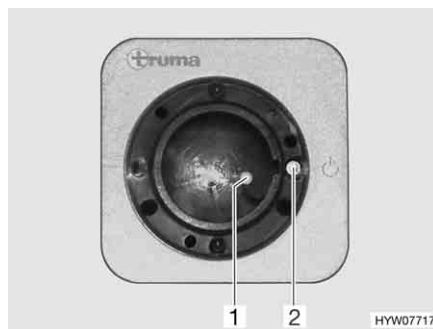
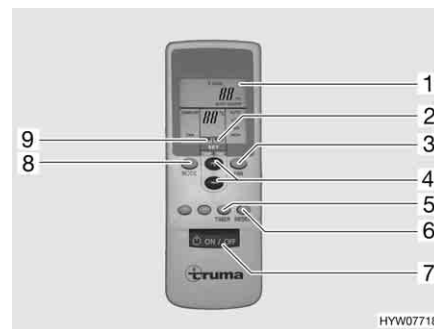

Fig. 110 Ricevitore
Fig. 111 Telecomando
- Accendere il telecomando con l'interruttore (Fig. 111,7). La spia verde di controllo (Fig. 110,1) indica la modalità di raffreddamento.
- Impostare la modalità di funzionamento desiderata con il tasto (Fig. 111,8).
- In caso di necessità, impostare con i tasti (Fig. 111,3 e 4) la potenza della ventola desiderata e la temperatura dell'ambiente. La freccia (Fig. 111,9) indica la modalità di regolazione selezionata.
- ▷ Sul ricevitore si trova un ulteriore interruttore a tasto (Fig. 110,2) con il quale è possibile spegnere e accendere l'impianto di climatizzazione anche senza il telecomando. Quando l'impianto di climatizzazione viene acceso mediante questo interruttore a tasto, viene selezionata automaticamente l'ultima modalità di funzionamento impostata con il telecomando.
- Per programmare l'impianto di climatizzazione, accendere con il tasto (Fig. 111,7) sul telecomando.
- Con i tasti (Fig. 111,8, 3 e 4), impostare la modalità di funzionamento e la temperatura dell'ambiente desiderate.
- Selezionare la funzione desiderata (Fig. 111,1) con il tasto (Fig. 111,5):
- Selezionare il tempo di commutazione desiderato (da 1 a 15 ore) con il tasto (Fig. 111,4). La freccia (Fig. 111,2) lampeggia e indica la modalità di regolazione.
- ▷ Con il tasto (Fig. 111,6) le impostazioni del telecomando vengono ripetutamente inviate al ricevitore.